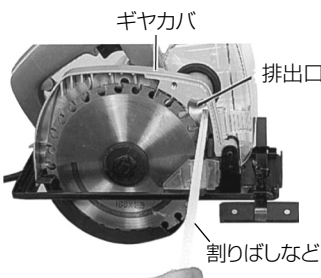

図 15
- 排出口に詰まった切りくずを割りばしなどで取除きます。(図 15)
(3) スライドカバーの掃除……………切込み深さが浅いときでも、集じん力が低下しないようスライドカバーが付いています。